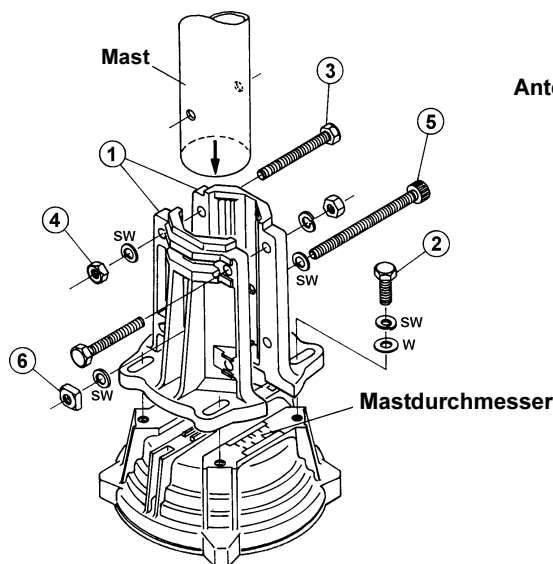
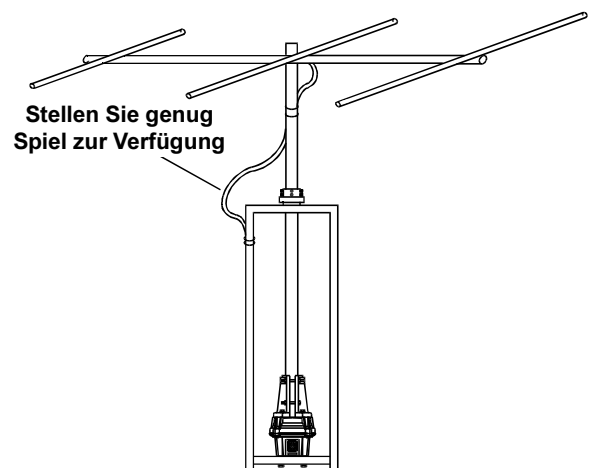

Abbildung 5
Abbildung 8
4. Bringen Sie die Mastklemme ① mit Hilfe der mitgelieferten M8 x 25-Schrauben ②, Federscheiben und Unterlegscheiben lose am Rotorgehäuse an (siehe Abbildung 5).
5. Führen Sie das Antennenrohr mit Hilfe eines Hilfsmastes oder einer anderen Hebeeinrichtung von oben durch das Lager in die Masthalterung des Rotors. Befestigen Sie die Mastklemmen lose mit Hilfe der mitgelieferten M8 x 70-Schrauben ③ und Federscheiben.
6. Schieben Sie die mitgelieferte M8 x 95-Schraube ⑤ durch die Mastklemmen und den Mast, und befestigen Sie sie lose mit Hilfe der mitgelieferten Vierkantmutter ⑥.
11. Damit sich die Antenne über den gesamten 450° großen Drehbereich drehen kann, ohne daß das Koaxialkabel sich spannt, müssen Sie eine genügende Reserve für das Kabel vorsehen (siehe Abbildung 8). Befestigen Sie das Koaxialkabel mit Hilfe von Klebeband oder UV-beständigen Kabelbindern am Mast.